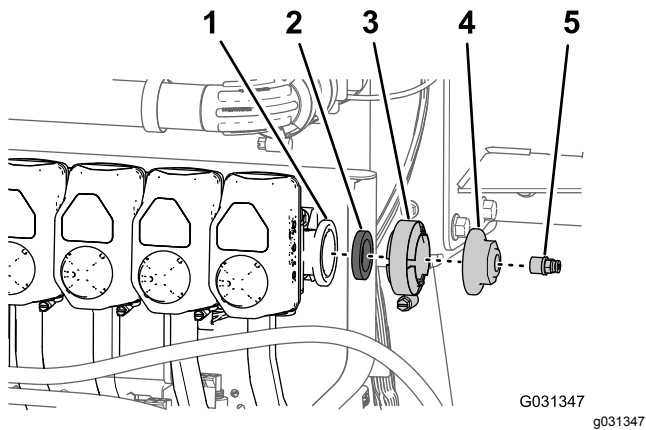

Figura 183
1. Retire o acoplador do tubo do tampão na flange na extremidade direita da válvula do bico 10 (Figura 183).
2. Retire o grampo flangeado, a junta e o tampão da extremidade da válvula do bico 10 (Figura 183).